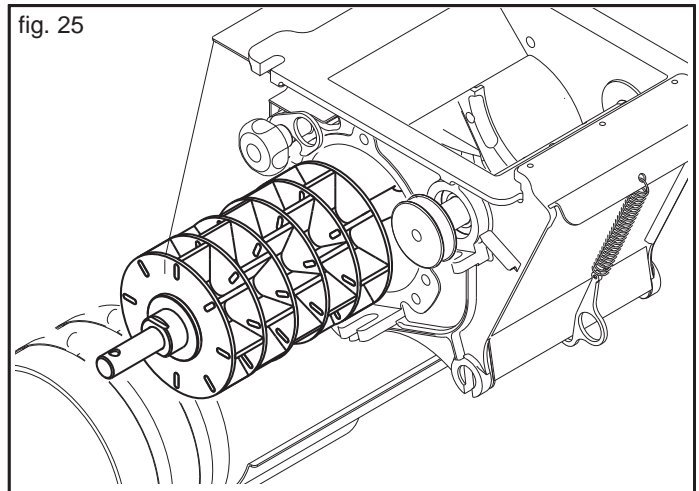

fig. 25
- 2) Handrad weit loesen oder ganz abschrauben. (Fig. 25) (siehe Kapitel 3.4.1).